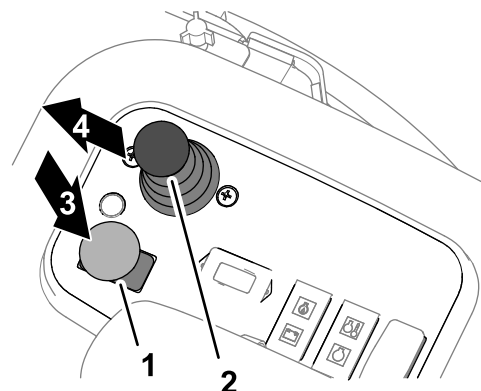

Figura 34
1. Inserite il freno di stazionamento e premete l'interruttore della trasmissione dell'apparato di taglio in posizione di DISINNESTO (Figura 34).